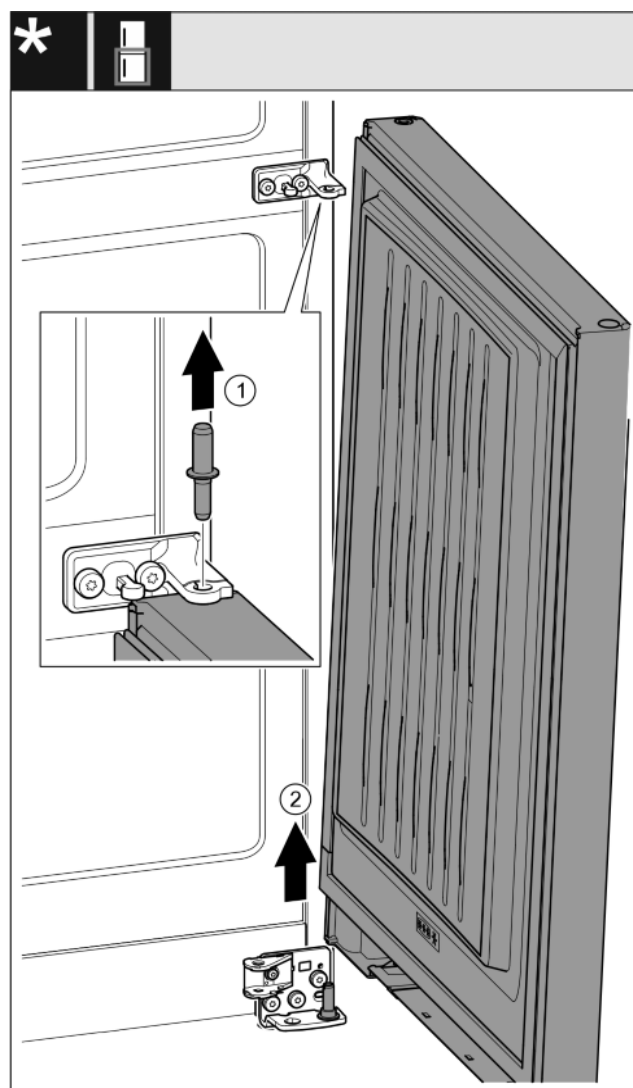

Fig. 19*
- Sortir le boulon par le haut.* Fig. 19 (1)
- Faire basculer la porte vers l'extérieur, la tirer vers le haut et la mettre de côté.* Fig. 19 (2)